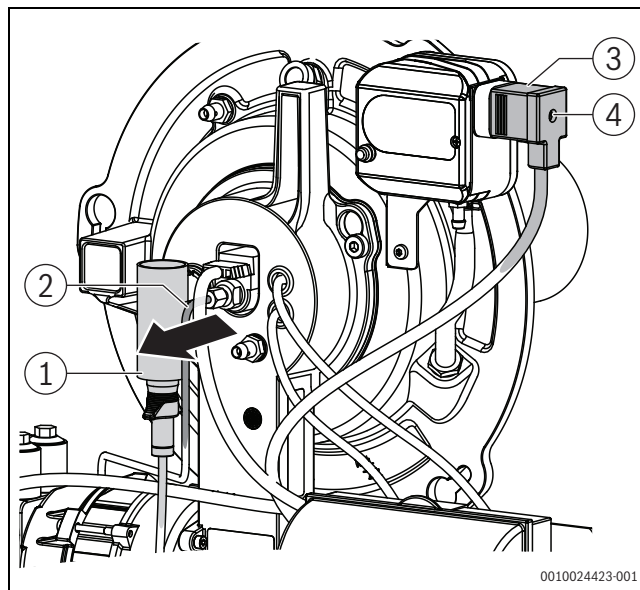

Bild 67 Ölleitung herausziehen
- Ölleitung (→Bild 67) um ca. 5 mm herausziehen und zurück federn lassen.
- Anschlussstecker des Druckwächters aufstecken und mit Sicherungsschraube sichern (→Bild 67)
- Sicherungsschraube am Anschlussstecker des Druckwächters lösen und Anschlussstecker abziehen (→Bild 67).